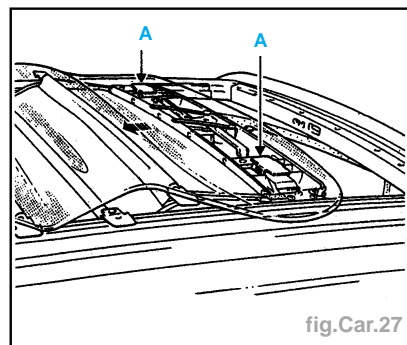

fig.Car.27
- Dégager le toit des pattes de came (A) (fig. Car.27).